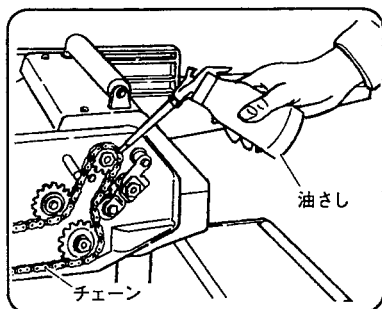

図 49
(1) コラムの摺動部、昇降ハンドルの軸受部や歯車かみあい部、テーブルローラ、フィードスクリュウにときどき機械油を注油してください。
(2) チェーンは1か月に一度くらいチェーンカバーをはずし、ゆるみ側に注油してください。（図 49）
(3) 手押テーブル面、自動テーブル面もさびが発生しやすいので、ご使用にならないときは機械油などを塗ってください。